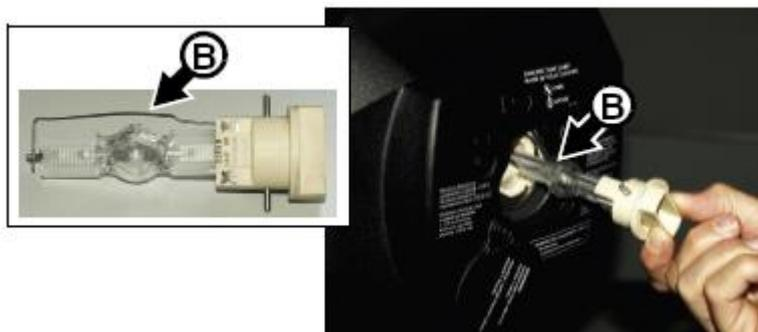

Рисунок 10. Удаление / установка лампы
5. См. рисунок 10. Держите лампу на замену таким образом, чтобы внешний провод В был направлен вверх головной части (в направлении винтов С и D вертикального и горизонтального выравнивания) и совместите контакты на цоколе лампы с пазами патрона. Вставьте лампу в прибор так, чтобы контакты полностью зашли в пазы, затем поверните цоколь на 45 ° по часовой стрелке до упора, пока он не встанет на место с заметным щелчком. Лампа должна плотно заходить — зажигание неправильно установленной лампы может привести к повреждениям, которые не покрываются гарантией на изделие, поэтому убедитесь, что лампа надежно зафиксирована в нужном положении.